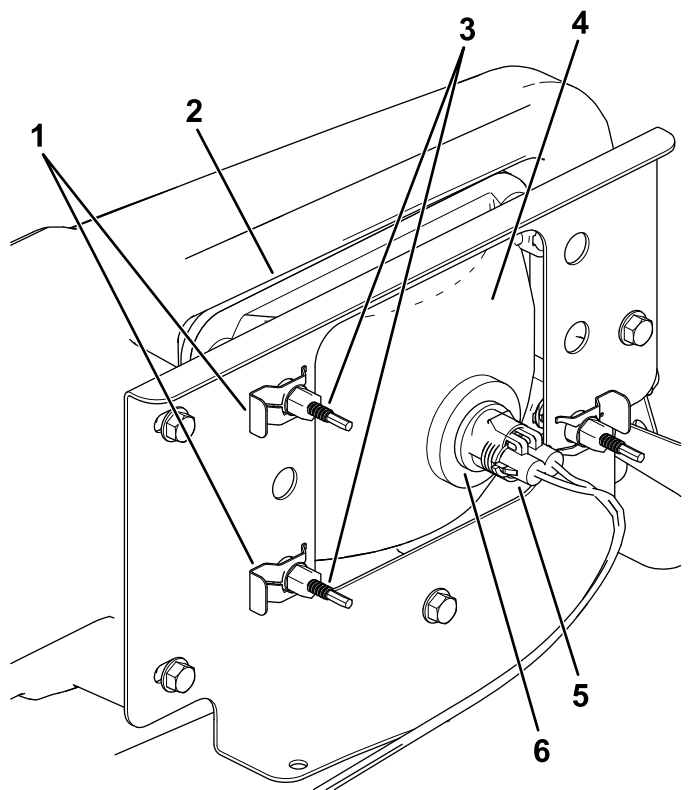

Figure 51
3. Débranchez le connecteur électrique de faisceau du connecteur du phare (Figure 51).
4. Déposez les clips rapides qui fixent le phare à son support (Figure 51).
5. Sortez le phare en le déplaçant vers l'avant à travers l'ouverture dans le pare-chocs avant (Figure 51).
6. Montez le phare neuf par l'ouverture dans le pare-chocs (Figure 51).
8. Branchez le connecteur électrique de faisceau sur le connecteur de l'ampoule (Figure 51).
5. Au dos du phare, tournez les vis de réglage (Figure 51) pour orienter le phare et aligner la position de son faisceau.